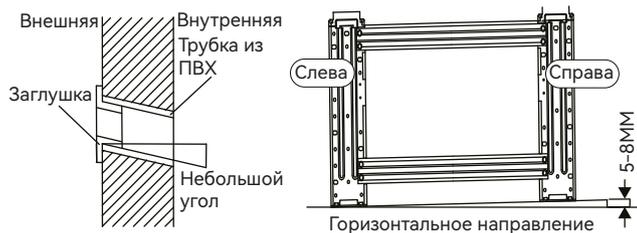

Рис. 5
- Обрежьте трубы из ПВХ под небольшим углом по длине, меньшей толщины стенки, и вставьте их в отверстие. (Рис. 5)